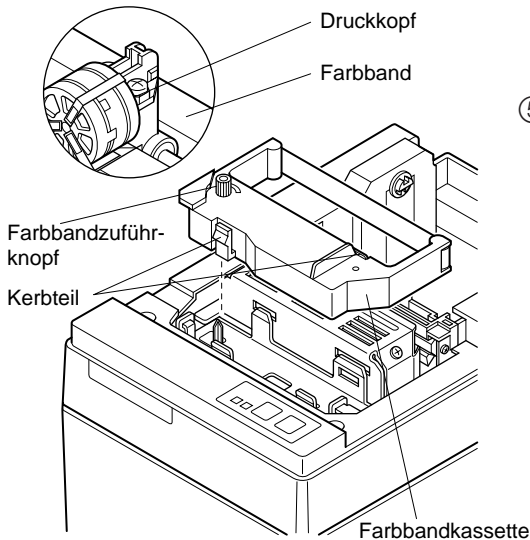

Abb. 4-2 Einlegen der Farbbandkassette
- ① Den Netzschalter am Drucker in Aus-Stellung stellen.
- ② Zum Abnehmen der Frontabdeckung diese ca. 3 cm anheben, und nach vorne ziehen.
- ③ Die Farbbandkassette in der Richtung einsetzen wie in der Abbildung 4-2 gezeigt und eindrücken, bis sie hörbar einrastet. Wenn die Farbbandkassette nicht richtig sitzt, eingedrückt halten und gleichzeitig den Farbbandknopf in Pfeilrichtung drehen.
- ④ Um Schlaufen im Farbband aufzuwickeln, den Farbbandzuführknopf der Farbbandkassette in Pfeilrichtung drehen.
- ⑤ Zum Anbringen der Frontabdeckung die Ausbauschritte wie in ② oben beschrieben in umgekehrter Reihenfolge ausführen.